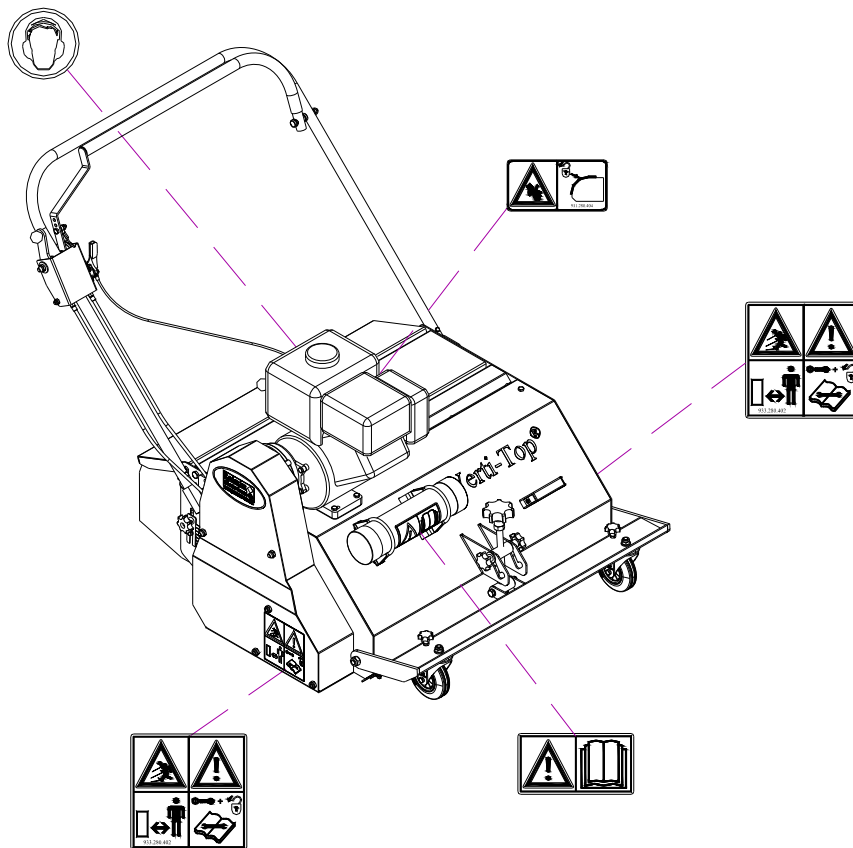

Fig. 8
Aan weerszijden van de Verti-Top Walk Behind zijn op het zijbord en bij de achterkap en voorkap veiligheidsstickers (Fig. 8) aanwezig met een gelijkkluidende betekenis. Deze veiligheidsstickers moeten altijd goed zichtbaar en leesbaar zijn en moeten, wanneer deze beschadigd zijn, worden vervangen.
(7) Plaatsing veiligheidsstickers. (Fig. 8)